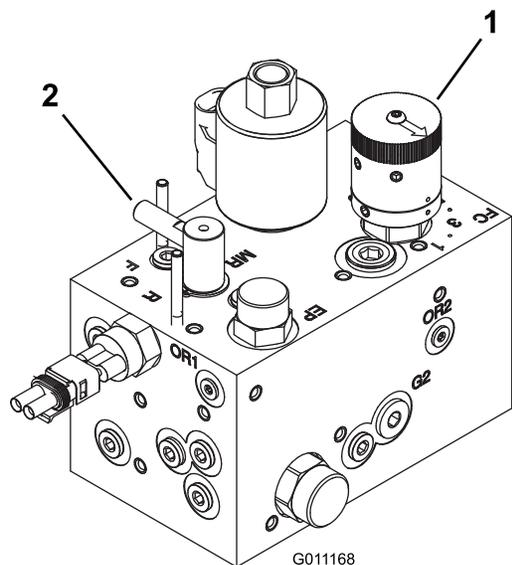

图77
3. 将倒磨控制装置旋转至倒磨位置R。将滚刀速度控制装置旋转至位置 1 图77。